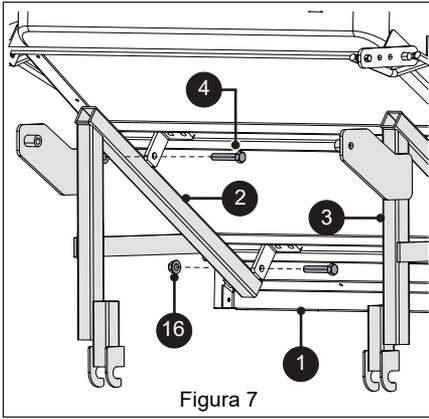

Figura 7
1. Instale el soporte derecho del bastidor (pieza 2) en la embolsadora (pieza 1) con dos pernos hexagonales de 1/2" x 2 1/2" (pieza 4) y dos tuercas empotrables de 1/2" (pieza 16). Haga lo mismo con el soporte izquierdo (pieza 3). Consulte Figura 7.